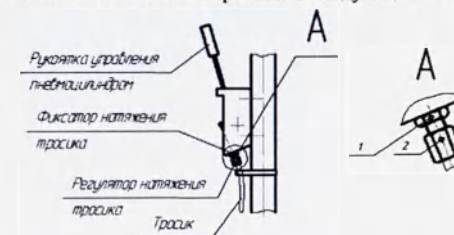

Рисунок 4. Регулировка срабатывания пневмоцилиндра с помощью изменения натяжения тросика
5.3. Ежедневно проверять работу механизмов трансформации положения подвижной верхней рамы 6 тележки 1 с носилками 2. При необходимости, в случае отсутствия опускания верхней рамы 6 с носилками 2 под нагрузкой при нажатии на рукоятку управления пневмоцилиндром 9 производить регулировку срабатывания пневмоцилиндра 7, с помощью изменения натяжения тросика в следующей последовательности, (см. рисунок 4):